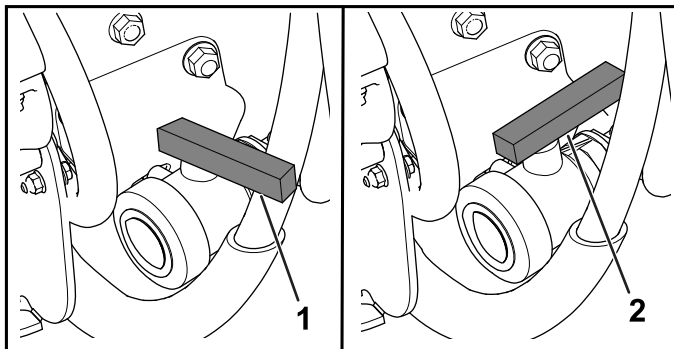

Figure 86
3. Ouvrez le robinet pour vidanger tout le produit inutilisé qui reste dans la cuve (Figure 86).
4. Fermez le robinet de vidange (Figure 86).